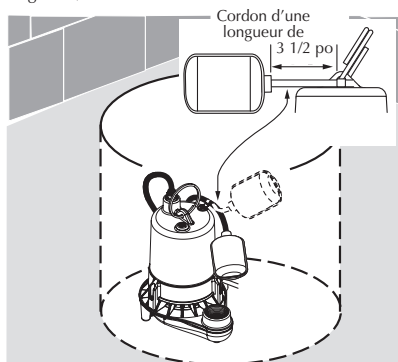

Figure 3
3. Mettre la pompe dans les puisards en s'assurant que rien ne gênera le fonctionnement de l'interrupteur. Pour les modèles d'interrupteur à cordon, la longueur du cordon devrait être de 3 1/2 po (Se reporter à la figure 3).